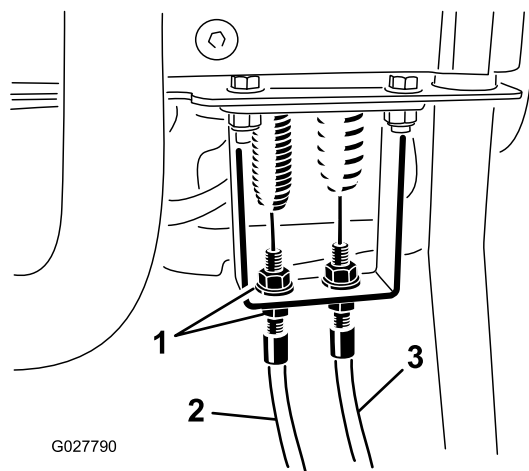

Рисунок 50
3. На переходнике рукоятки управления ослабляйте трос управления барабаном, пока на нем не появится слабина (Рисунок 50).